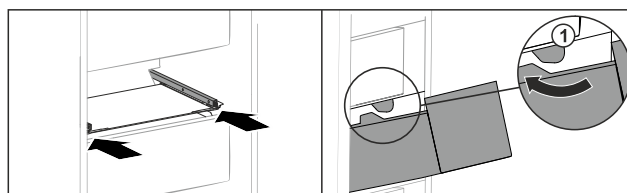

Fig. 238
- Far passare il cassetto intorno ai fermi *Fig. 238 (1)*.